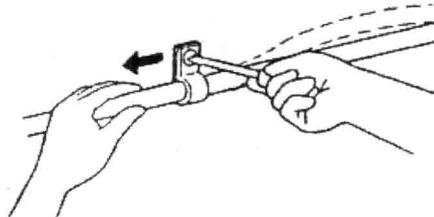

图 1-14 线束的固定
- (2) 如图 1-14 所示，用夹子固定线束，以防止导线拉长。通过发动机或其他振动部件的线束可以在不与周围部件接触的限度内拉长之后用夹子固定。